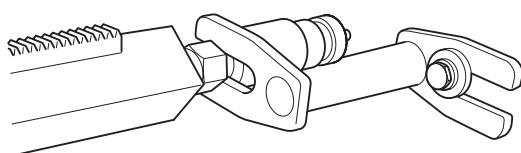

Fig. 6
- 7. Per fissare ulteriormente la colonna di foratura si può utilizzare l'attacco a espansione (accessorio) (fig. 6). L'attacco si regola rispetto alla vite del montante, quindi si fissa alla parete con un bullone a espansione. Fissare con il dado di bloccaggio da 30 mm.
- 7. Zur zusätzlichen Sicherung der Bohrsäule kann die Expanderhalterung (Zubehör) verwendet werden (Abb. 6). Die Halterung wird an die Stempelschraube angepasst und mit einer Spreizschraube in der Wand fixiert. Mit 30-mm-Sicherungsschraube sichern.
- 7. Pour attacher de manière encore plus sûre le poteau de forage, une fixation d'expansion (accessoire supplémentaire) peut être utilisée (Fig.6). La fixation est réglée contre la vis du poteau et attachée au mur à l'aide d'un boulon d'expansion. Consolider à l'aide d'un contre-écrou de 30 mm.
- 7. Om de boorkolom nog meer te zekeren, kan de expansiesteen (extra accessoire) worden gebruikt (Fig. 6). De steun wordt afgesteld tegen de stutschroef en op de wand gefixeerd met een rekbout. Zekeren met borgmoer 30 mm.